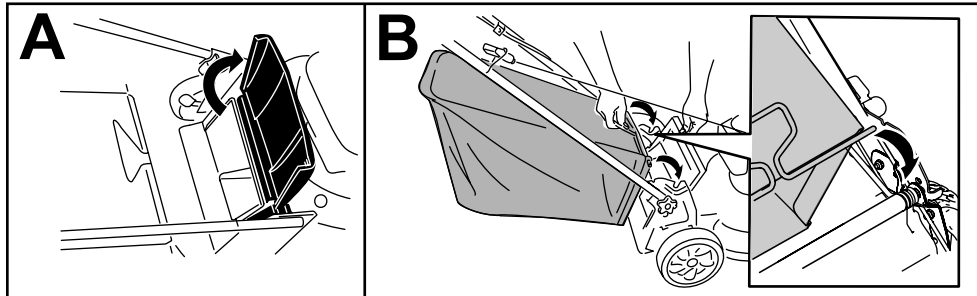

Figura 21
1. Levante y sujete el deflector trasero (Figura 21, A).
2. Instale la bolsa de recogida, asegurándose de que los pasadores de la bolsa descansan en las muescas del manillar (Figura 21, B).